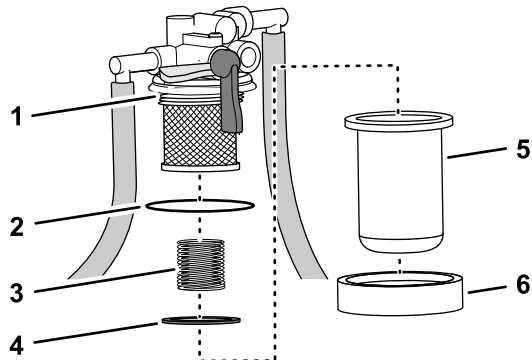

Figura 68
1. Coloque um recipiente de escoamento debaixo do recipiente do filtro de combustível, retire a porca do recipiente e retire o recipiente do filtro da cabeça do filtro (Figura 68).
3. Na cabeça do filtro, verifique o estado do anel de retenção (Figura 68).
5. Monte a mola e a flutuação no recipiente do filtro de combustível (Figura 68).
6. Monte o recipiente do filtro e a porta do recipiente na cabeça do filtro e aperte a porca à mão (Figura 68).